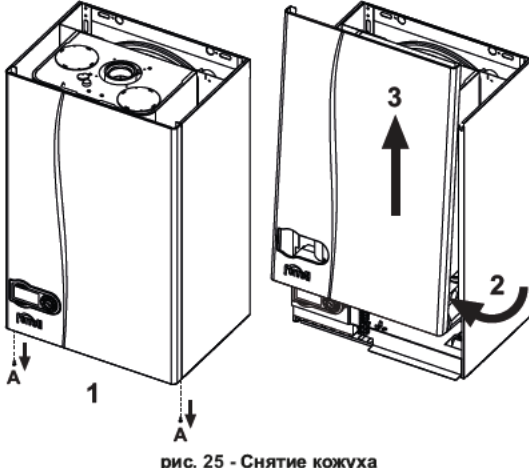

рис. 25 - Снятие кожуха
1. Отвинтите винты "А" (см. рис. 25).
2. Поверните кожух (см. рис. 25).